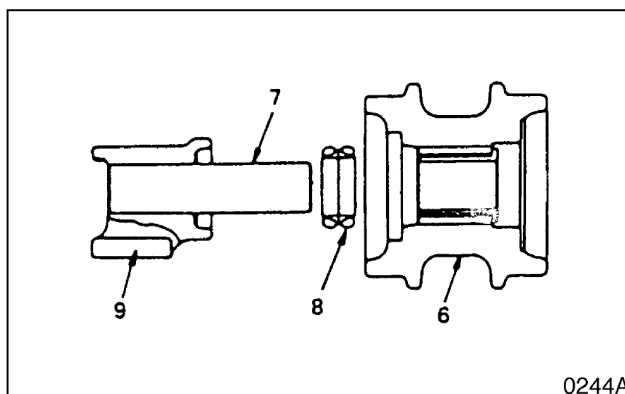

Рис. 44
4. Отделите уплотнение (8, рис. 44) от катка и кронштейна (9).